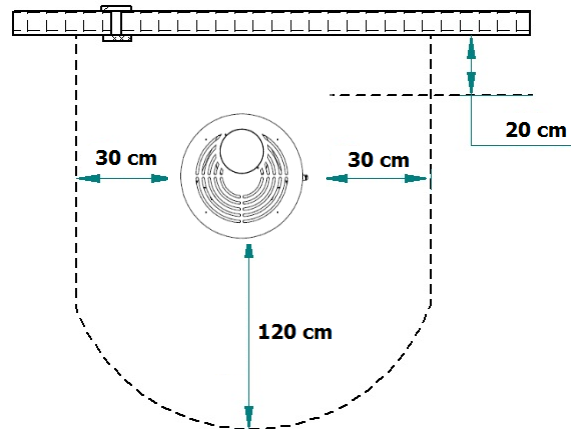

Figura 23 - Distancias mínimas de seguridad
* Alrededor de las paredes de la estufa no deben utilizarse materiales combustibles. Debe respetar una distancia de seguridad de 20 cm con respecto a la parte trasera, 30 cm a los lados y 120 cm en la parte frontal, Figura 23;